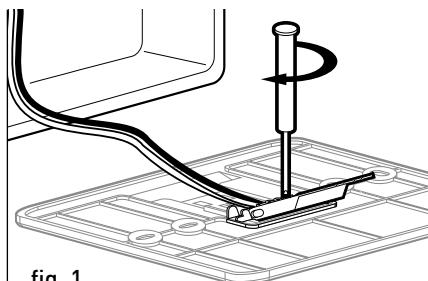

fig. 1
- alvorens de draden op de basis van de systeeminterface aan te sluiten, het beveiligingslipje van de stekker verschuiven en optillen (fig.1);